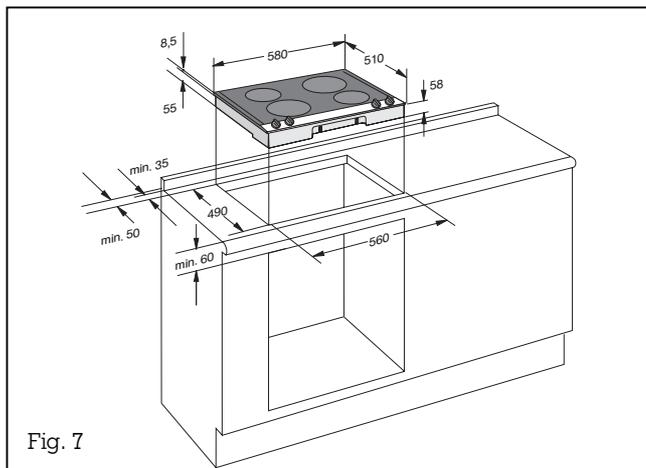

Fig. 7
- Cette table de cuisson est conforme à la **classe thermique Y** et doit être encastrée dans un élément de cuisine, selon le schéma (fig. 7).
Important ! L'angle entre la surface de coupe et le plan de travail doit être de 90° (fig. 7).